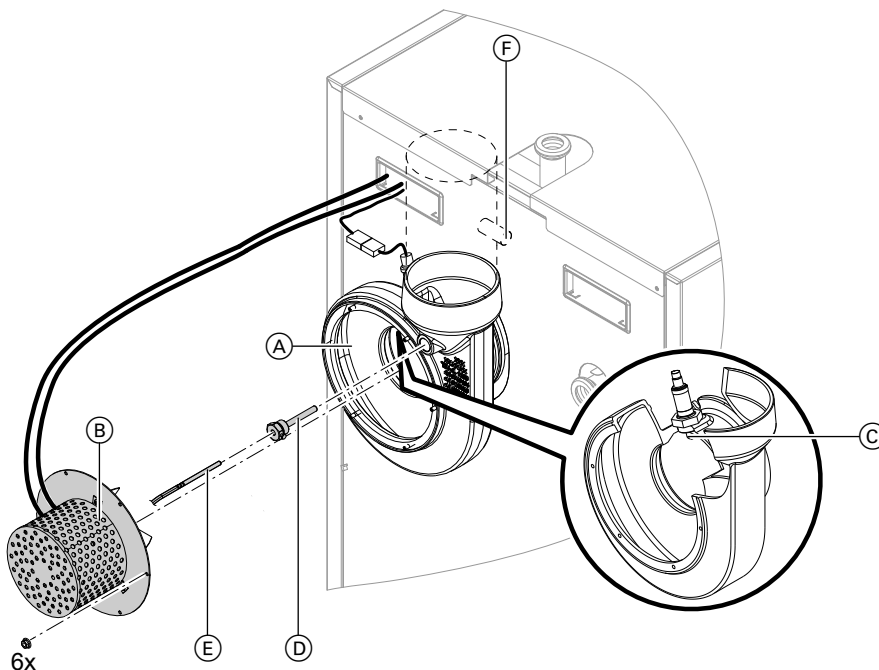

Abb. 48
Einbaulage des Motors (B) mit elektrischen Leitungen: Siehe vorige Abb. 48.